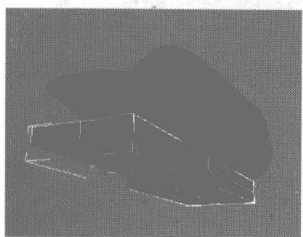
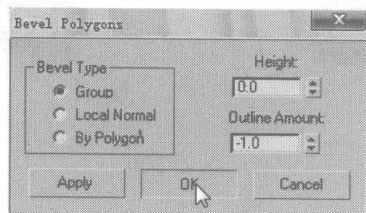
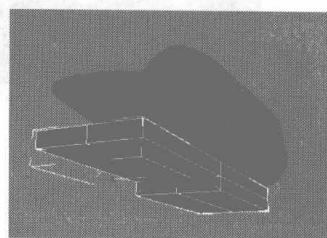

图 2.73
图 2.74
图 2.75
- 03** 选择如图 2.73 所示的面，单击 **Bevel** 右边的小按钮，在弹出的对话框中设置参数如图 2.74 所示，结果如图 2.75 所示。